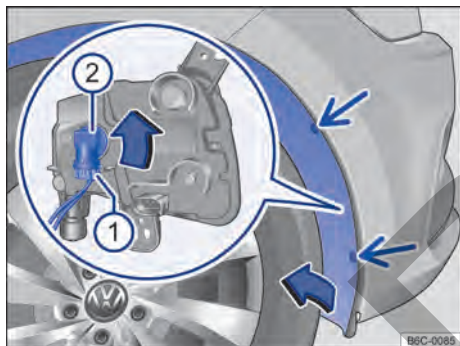

Fig. 128 En la caja de la rueda delantera: acceso a la bombilla del farol de neblina.
- 2 Retirar los tornillos de fijación del guardabarros → **fig. 128** (flechas) con la ayuda de un destornillador.
- 5 Desencajar el conector de alimentación de la lámpara → **fig. 128** **Ⓛ**, presionar al mismo tiempo, la traba de fijación del conector.
- 6 Girar el portalámparas → **fig. 128** **Ⓜ**, en sentido antihorario hasta el tope y desensamblarlo del alojamiento.
- 13 Volver a colocar los tornillos de fijación → **fig. 128** (flechas) y ajustarlos.